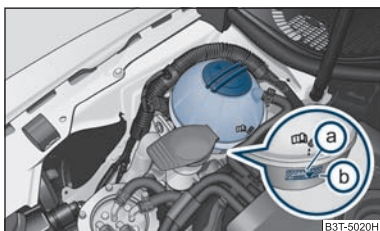

Fig. 184 Compartimentul motor: Vasul de expansiune al lichidului de răcire
- Verificați nivelul lichidului de răcire din vasul de expansiune ⇒ fig. 184. Când motorul este rece, nivelul lichidului de răcire trebuie să se afle între marcajele (b) (MIN) și (a) (MAX). Când motorul este cald, nivelul lichidului de răcire poate fi și puțin peste marcajul (a) (MAX).
- Puneți o lavetă pe capacul vasului de expansiune ⇒ fig. 184 și desfaceți capacul **cu grijă** spre stânga ⇒ .